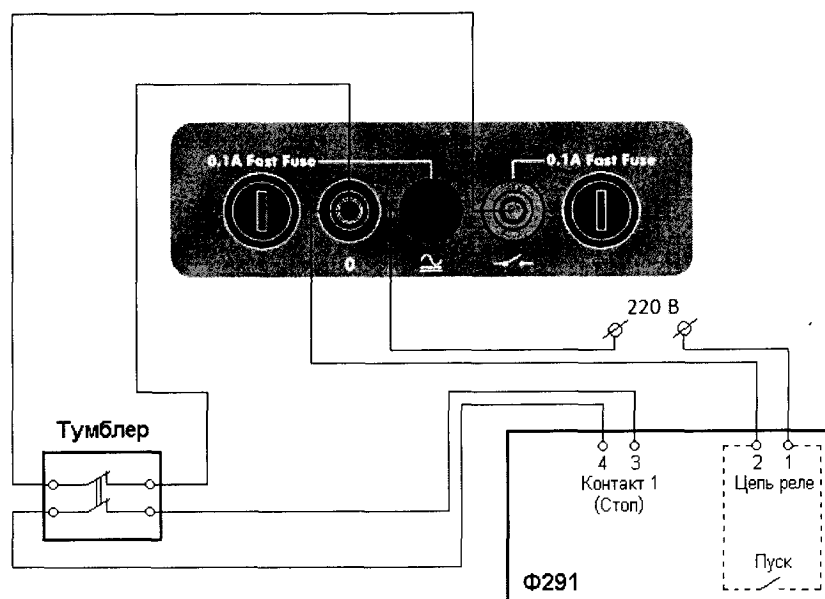

Рис. 1
1. Собрать схему, приведенную на рис. 1